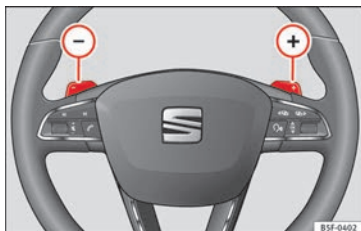

Abb. 160 Lenkrad mit Schaltwippen für Automatikgetriebe.
- Rechte Schaltwippe **(+)** zum Lenkrad ziehen, um hochzuschalten **» Abb. 160**.
- Linke Schaltwippe **(-)** zum Lenkrad ziehen, um herunterzuschalten **» Abb. 160**.
Werden im Normal- oder Sport-Programm die Wippen betätigt **» Abb. 160**, wird vorübergehend in den Modus „Tiptronic“ geschaltet. Wenn Sie den Modus „Tiptronic“ wieder verlassen möchten, die rechte Wippe **(+)** ungefähr eine Sekunde lang in Richtung Lenkrad drücken. Der Modus „Tiptronic“ wird auch dann wieder verlassen, wenn über einen bestimmten Zeitraum keine der Schaltwippen betätigt wird.“